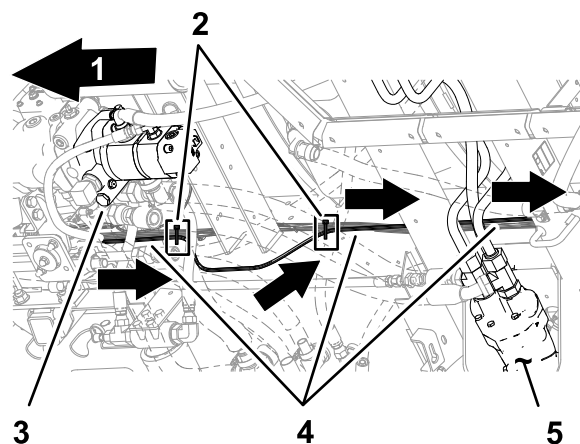

Figura 42
3. Continúe enrutando las ramas y el mazo principal del arnés de cables hacia atrás, junto al arnés de cables trasero de la máquina, según se muestra en Figura 42.